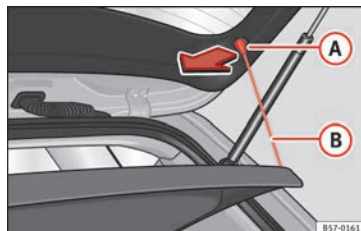

Fig. 159 Nel bagagliaio: smontare e montare il ripiano.
- Sganciare i tiranti di sostegno »» **fig. 159 B** dagli alloggiamenti **A**.
- Agganciare i tiranti di sostegno »» **fig. 159 B** nel portellone posteriore.